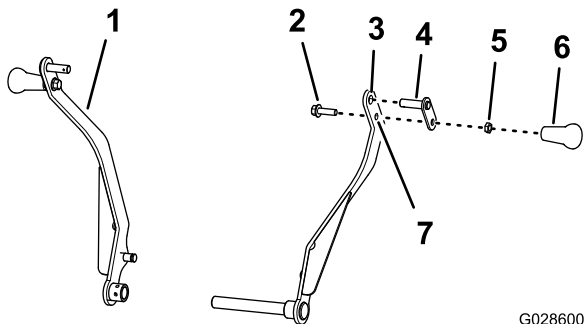

Figure 15
1. Insérez l'axe de pivot dans le trou supérieur du bras de berceau (Figure 15).
3. Insérez le boulon (3/8 x 1-1/4") dans le trou inférieur du bras de berceau et la fixation de l'axe de pivot (Figure 15) avec l'écrou de blocage (3/8"), et serrez l'écrou à un couple de 15 à 17 Nm.
4. Vissez la poignée sur le boulon (3/8 x 1-1/4") et serrez-la contre l'écrou de blocage à la main (Figure 15).
5. Répétez les opérations 1 à 4 pour les autres bras de berceau (Figure 15).